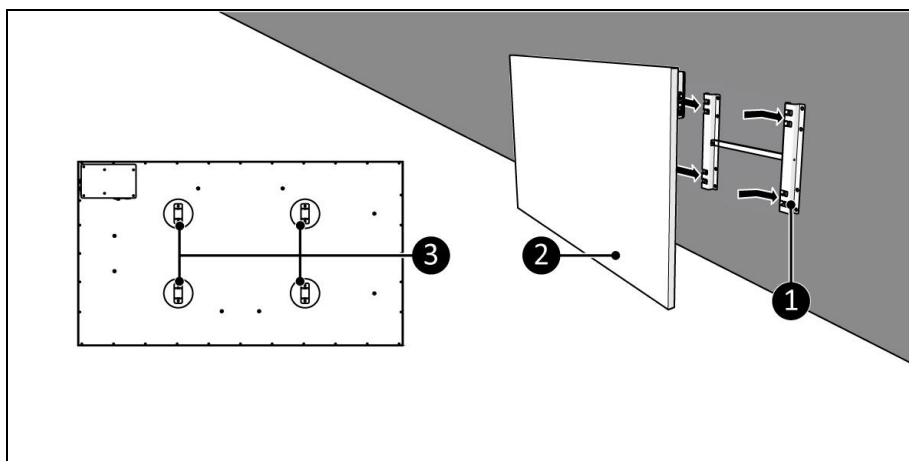

Figura 11
5. Așezați suporturile dispozitivului (Figura 11, poz. 3) peste suportul de perete (Figura 11, poz. 1).
6. Glisați dispozitivul (Figura 11, poziția 2) în deschiderile suportului de perete (Figura 11, poziția 1).